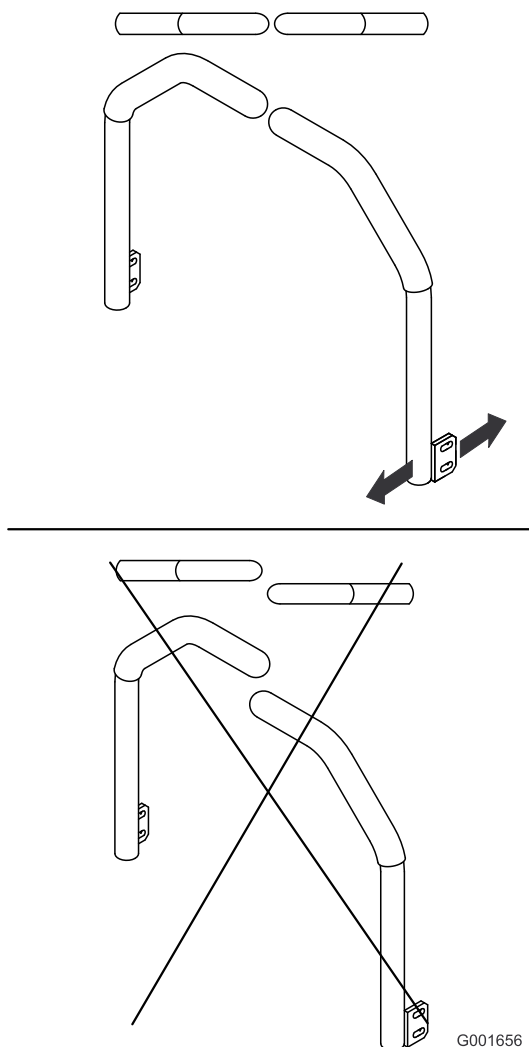

Рисунок 45
5. Отрегулируйте рычаги управления так, чтобы они были выровнены по одной линии, и затяните болты, прикрепив рычаги к стойкам (Рисунок 45).